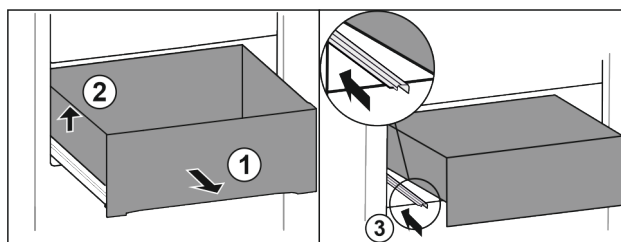

Fig. 14
- ▶ Lade er volledig uittrekken Fig. 14 (1).
- ▶ Lade links optillen Fig. 14 (2).
- ▶ Linker rail erin schuiven Fig. 14 (3).